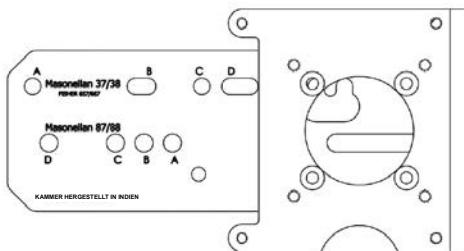

Abbildung 11 Hin- und Ventilbefestigungswinkel
2. Montage des SVI II AP Hin- Halterung an den Aktuator unter Verwendung von zwei (2) 5/16-18 UNC Kappe screws.The Montageort des Trägers hängt von der Größe und der Hub des Aktors. Siehe Abbildung 11 und Abbildung 4 auf Seite 28.
11. Stellen Sie die Spannschraube, bis das Loch in der SVI II AP Hebel ist mit dem Anzeigeloch in der Halterung ausgerichtet sind. Ziehen Sie die beiden Spannschlossmuttern. Siehe hierzu Abbildung 11.